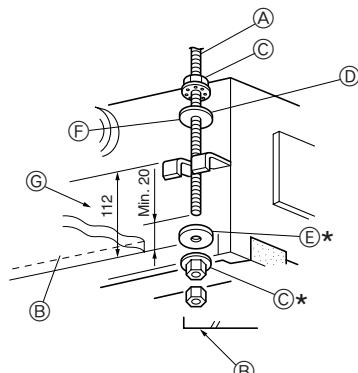

Fig. 2-7
1. Rondelaları ① ② (birlikte verilmiştir) ve somunlarını (yerel tedarik) önceden aski civatalarına vidalayın. (Fig. 2-7)
* Bu işlemi şu sıraya göre gerçekleştürün (yukardan başlayarak): somun, izolasyonlu rondela ②, izolasyonsuz rondela ①, iki somun.
* Izolasyonlu rondelayı ② resimdeki gibi izolasyonlu yüzeyi aşağıya doğru gelecek şekilde takın.
2. Üniteyi, aski civatası ile iyice hizalanmış olarak monte edileceği yere kaldırın. Mesnedi, yerlerine takılmış olan ① ve ②, rondelaların arasına geçirdikten sonra yerine tespit edin. Bu işlemi dört noktanın tümünde gerçekleştirin.